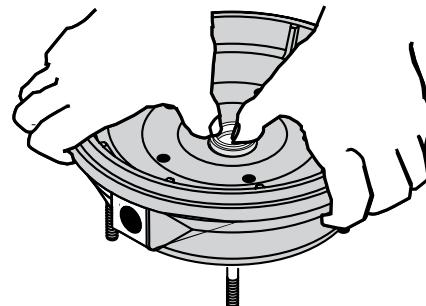

Figura 24 – Oprimir el nuevo sello
- Coloque una arandela limpia de cartón en la cara del sello. Haciendo presión con el dedo pulgar, oprima la mitad del sello de cerámica firme y debidamente en la cavidad del sello (Consulte la Figura 24). La cara pulida del asiento de cerámica queda hacia arriba. Si el sello no queda correctamente asentado, sáquelo y colóquelo **con la cara hacia arriba** sobre un banco. Vuelva a limpiar la cavidad. Ahora el sello deberá quedar correctamente asentado.